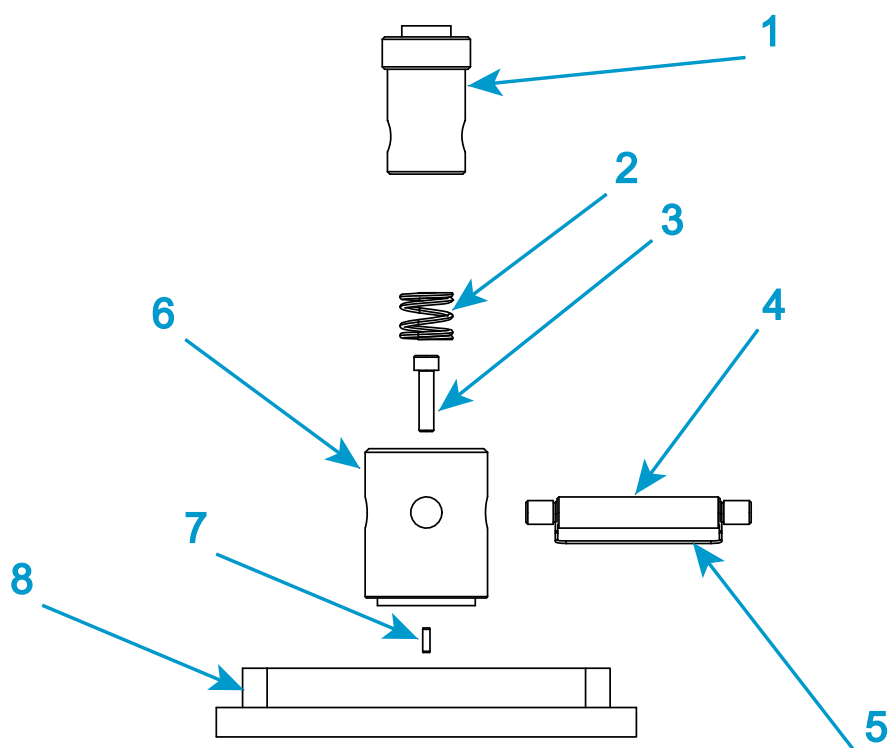

Figura 19. Adaptador de base tipo D
Leyenda de Figura 19
1. Solo se puede ver un pasador antirrotación en la Figura 19, porque el segundo pasador está alineado directamente detrás de él.